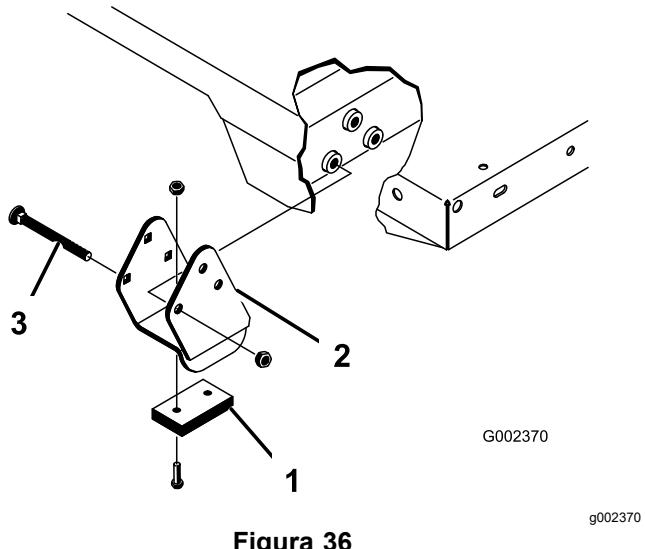

Figura 36
Nota: Assicuratevi che le staffe distanziali e i blocchi di usura (Figura 36) siano montati con le teste dei bulloni a testa tonda posizionate all'interno della macchina.
2. Impostate attentamente il pianale sul telaio della macchina, allineando i fori della piastra di articolazione del pianale posteriore con i fori nel canale del telaio posteriore e montate i 2 perni con testa e gli acciarini (Figura 36).
4. Inserite il perno con testa dall'esterno del pianale, con l'acciariino posto sull'esterno (Figura 36).